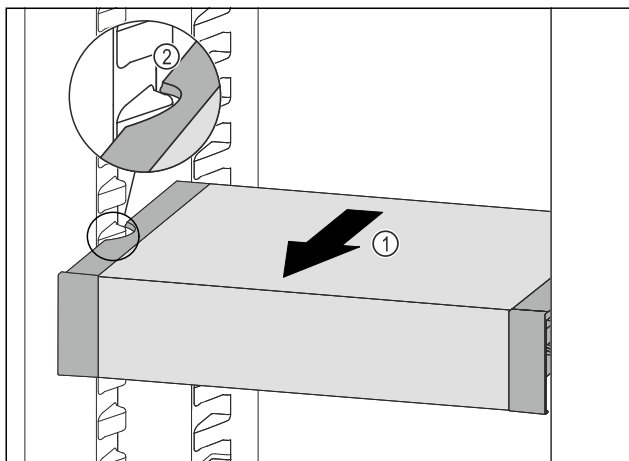

Fig. 209
- ▶ Потягнути VarioSafe вперед Fig. 209 (1), поки бокові заглиблення VarioSafe не опиняться на рівні ребра для ємності в охолоджувальному відділенні. Fig. 209 (2)